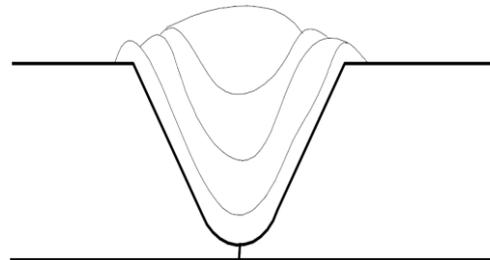

Abb. 2 – Gefüllte Kehle auf der Materialoberseite
- 9 Der Klebstoff wird in Schichten von ca. 2 mm Stärke in die Kehle eingebracht. Die erste Lage muss alle Bereiche der Kehle bedecken und ca. 2 mm über die Kehlen-Kante hinausragen (Abb. 2). Eventuell vorhandene Luftblasen oder Schmutzpartikel können nach oben in den Klebstoffwulst geschoben werden, da dieser später wieder weggeschliffen wird. Die nächste Schicht wird jeweils dann eingebracht, wenn die letzte Schicht nach ca. einer Stunde soweit ausgehärtet ist, dass sie sich nicht mehr mit einem Nagel oder Draht eindrücken lässt.